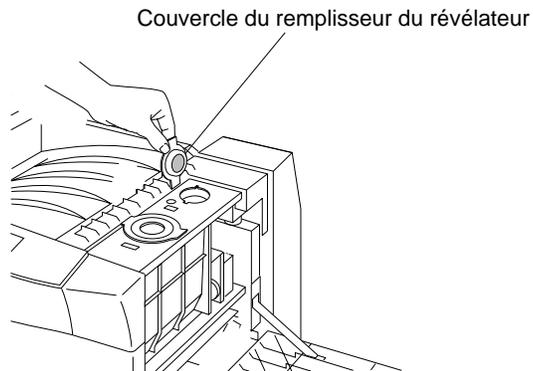

Figure 4-17 Ouverture du couvercle du remplisseur du révélateur
7. Ouvrez le couvercle du remplisseur du révélateur, comme illustré à la Figure 4-17